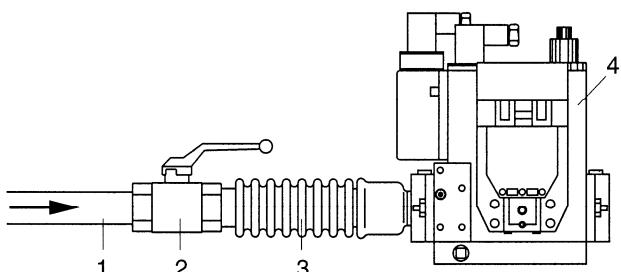

Fig. 2
La conexión a la tubería de alimentación del gas debe ser de dimensiones adecuadas y correspondientes al tipo de instalación que se ha de realizar y debe efectuarse disponiendo la "rampa de gas" de la manera indicada en Fig. 2: el tubo de gas (1), la llave de interceptación (2) y la junta anti-vibraciones (3) no se suministran junto con el generador y deberán ser predisuestos por el instalador, que los conectará al grupo válvulas de gas (4) suministrado con el generador de aire caliente.
- Conectar un manómetro a la toma de presión línea arriba (4) del grupo válvulas (Fig. 2);